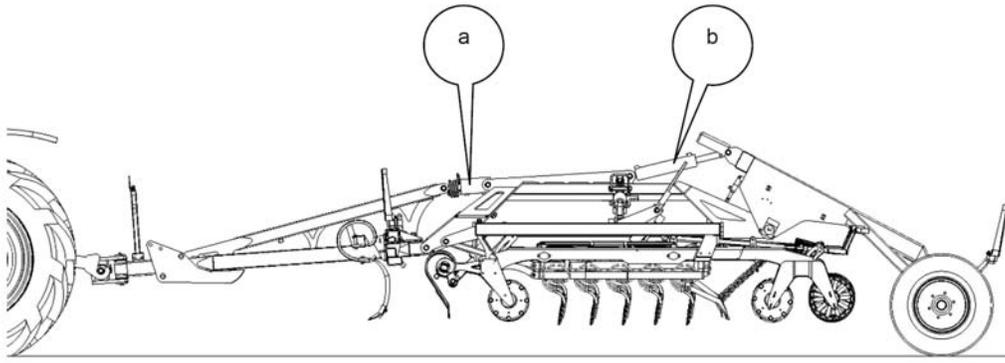

Abb. 11 Position am Vorgevende
Nach der Bestimmung der korrekten Betriebsstellung des Grubbers und für das Anheben der Maschine am Vorgevende nur das Hydrauliksystem nutzen, indem die Position der Zylinder (a) und (b) (Abb. 11) geändert wird.
- Die Maschine mithilfe der hydraulischen Leitung anheben, die die Zylinder der Deichsel (a) und des Wagens (b) steuern (Abb. 11).
- Die Maschine mithilfe der Zylinder (a) und (b) (Abb. 11) so absenken, dass sie auf den Platten des Deichselzylinders und der Transportverriegelung ruht und die erforderliche Transporthöhe sicherstellt.
- Die Maschine mithilfe der Zylinder (a) und (b) anheben (Abb. 11)
Vor der Regelung der Arbeitstiefe das Aggregat mithilfe der Zylinder (a) und (b) anheben (Abb. 11).